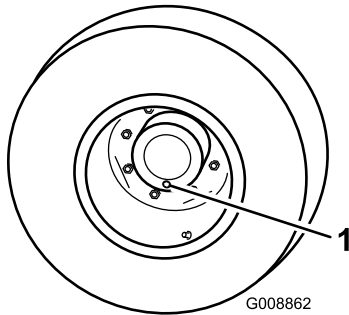

Figura 74
1. Con la máquina en una superficie nivelada, coloque la rueda de manera que el tapón de verificación/drenaje (Figura 74) esté en su posición más baja.